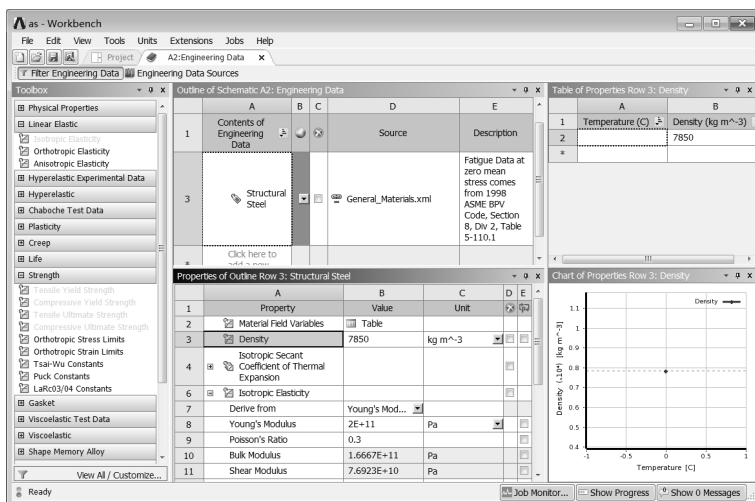

图 5-119 材料参数设置界面 1
Step3：双击 A2 栏 Engineering Data 选项进入如图 5-119 所示的材料参数设置界面，在该界面下即可进行材料参数设置。